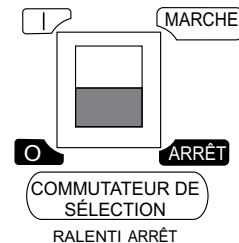

Figure 22. Sélecteur d'arrêt au ralenti (ARRÊT)
4. Placer le sélecteur d'arrêt au ralenti dans la position d'arrêt (Figure 22).